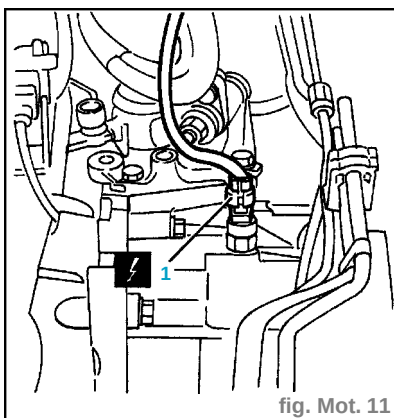

fig. Mot. 11
- Débrancher la connexion électrique au niveau de l'interrupteur des feux de recul (fig. Mot. 11).